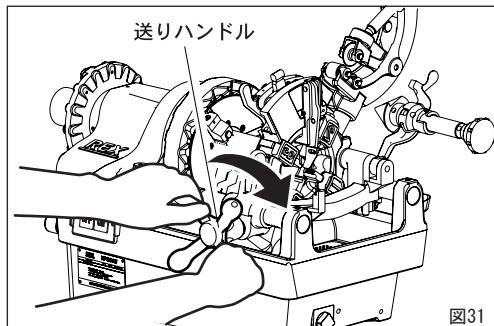

図31
②案内セットノブを矢印④の方向に止まるまで押すと、ダイヘッドはセットの位置になります。スイッチを入れると、オイルはダイヘッドから自動的に注油されます。
③送りハンドルを時計方向に回して、パイプにダイヘッドを押しつけ、チーザを食い付かせてください。（図31）
④ねじが3～4山切れればあとは自動的にねじが切れ、ねじが規定の長さになると、切上げレバーによりチーザが自動的に開きます。
⑤送りハンドルを反時計方向へ回してダイヘッドをパイプから離します。